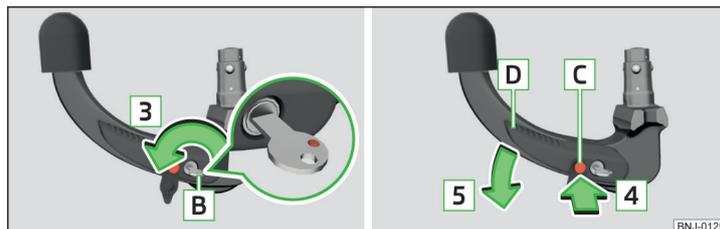

Fig. 131 Déverrouiller le verrou / enfoncer la tige de déverrouillage et appuyer sur la manette de commande
- Tourner la clé **B** dans le sens de la flèche **3** de sorte que son marquage rouge soit orienté vers le haut » fig. 131.